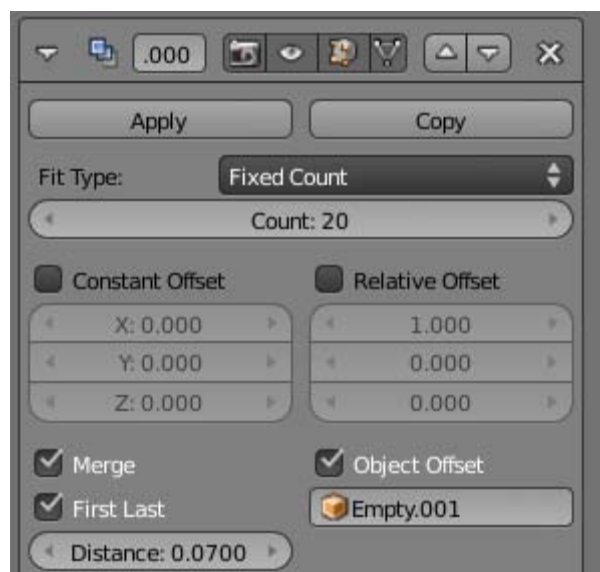

Figura 5.66
3. No painel do modificador Array, Desactive Relative Offset. Especifique um qualquer valor de Count maior que 2. Active Merge e First Last. Active Object Offset e seleccione o nome do Empty, figura 5.66. Se necessário, incremente ligeiramente o parâmetro Distance.